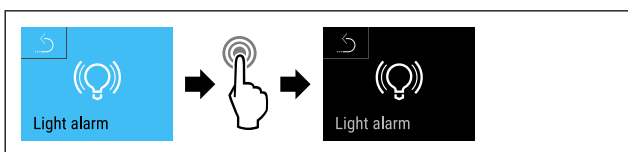

Fig. 153
- ▶ Stappen (zie Fig. 153) uitvoeren.